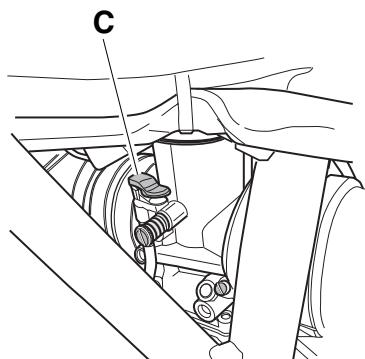

Fig. 11
2. Riscaldare il motore accelerando leggermente finché il motore giri senza bisogno di starter (**C**)-Fig.11.
4. Warm up the engine with a little throttle, until it runs smoothly with the starter off (C)-Fig.11.
4. Den Motor mit wenig Gas wärmfahren, bis er hone Starter einwandfrei rundläuft (C)-Abb.11.
4. Avec un peu de gaz, faites monter la température du moteur jusqu'à ce qu'il tourne uniformément sans starter (C)-Fig.11.